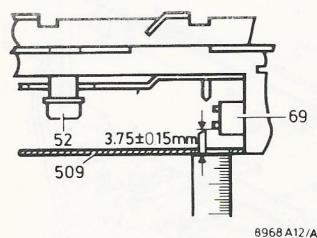

Fig. 2
a. Vérifier la hauteur comme indiqué en Fig. 2.
- a. Kontrollieren der Kopfhöhe nach Abb. 2.
- a. Regolazione della testina di cancellazione. Verificare l'altezza come indicato nella Fig. 2. Regolare la posizione verticale tramite il dado 70a e